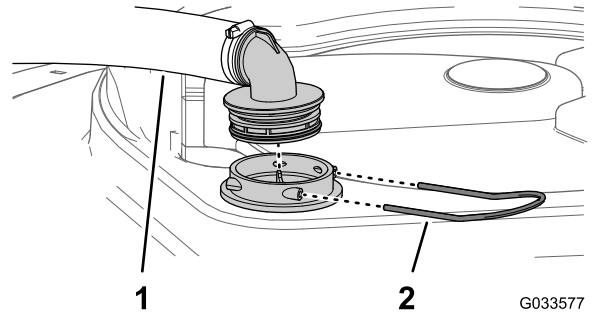

图 103
2. 在打药机药缸的顶部拆下固定从过滤器外壳连接至大软管的软管接头的卡环图 103。
3. 从过滤器外壳上拆下软管和软管接头图 103。